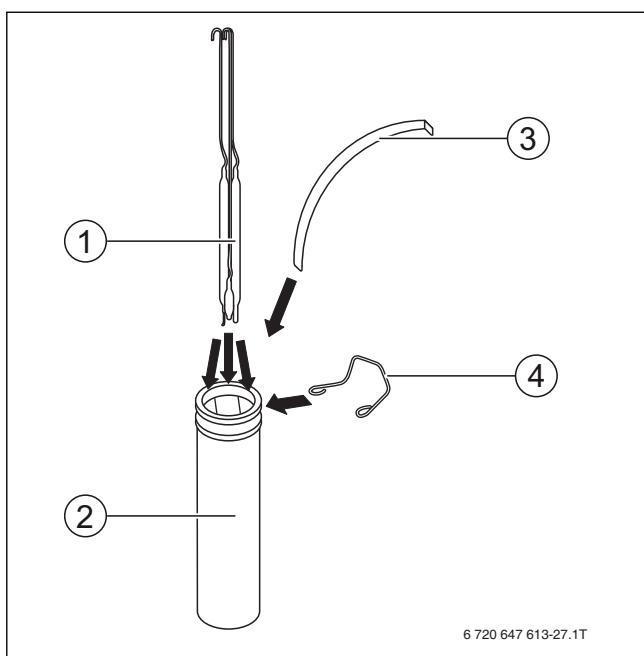

Рис. 23 Установка датчиков температуры в погружную гильзу
- ▶ Задвигните датчики температуры (→ рис. 23, [1]) до дна погружной гильзы (→ рис. 23, [2]).
- ▶ Прижмите датчик температуры компенсационной пружиной (→ рис. 23, [3]) к стенке погружной гильзы.
- ▶ Закрепите датчик температуры пружинной защёлкой (→ рис. 23, [4]).